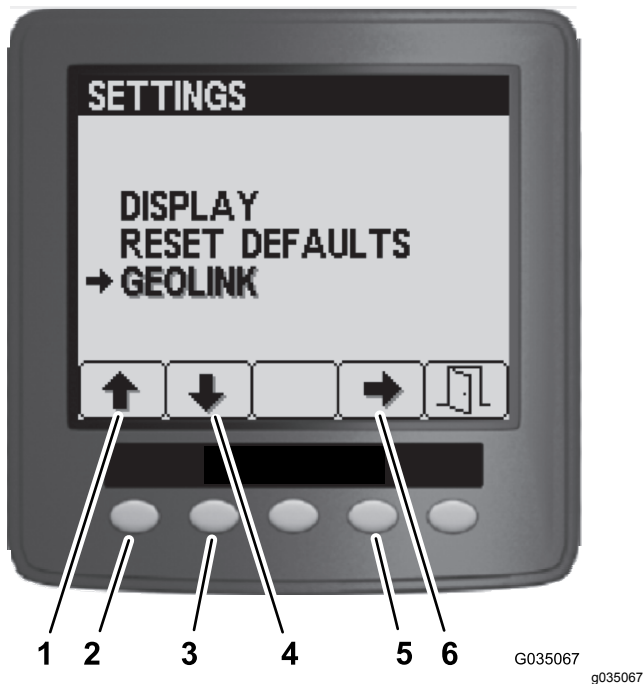

図 97
4. 「設定メニュー」でボタン1または2を押して「ジオリンク」GeoLinkオプションメニューが出たらボタン4でジオリンクメニューに入る図 97。